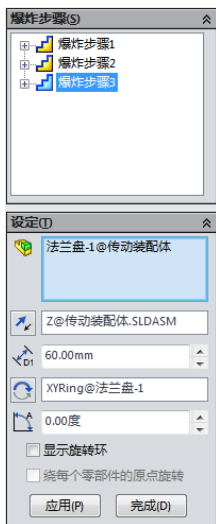

图 7-154 爆炸设置
**06** 生成爆炸步骤。按照图 7-154 所示进行设置后，单击图 7-154 中的“完成”按钮，